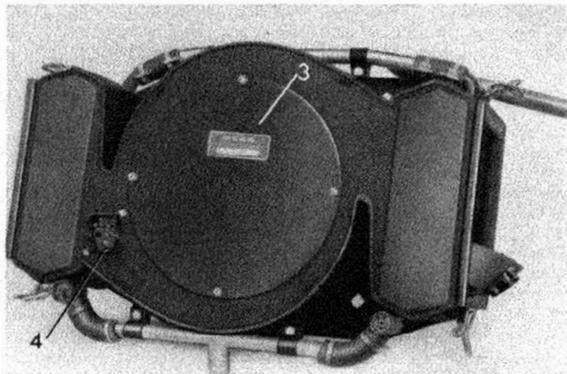

Bild 83-10/1
2. Kontaktplatte (4) für den Gebläsemotor ab- schrauben (Bild 83-10/1).